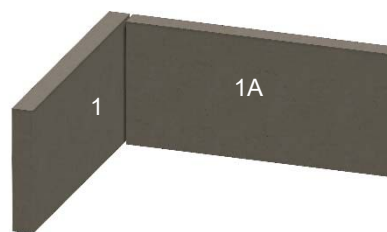

Figure 8. Pieds montants et pieds croisés
B. Pour les installations à l'extérieur, alignez et placez une jambe montante (1) et la jambe transversale (1A) sur la semelle, en vous assurant qu'elles sont d'aplomb et de niveau. Voir la Figure 8.